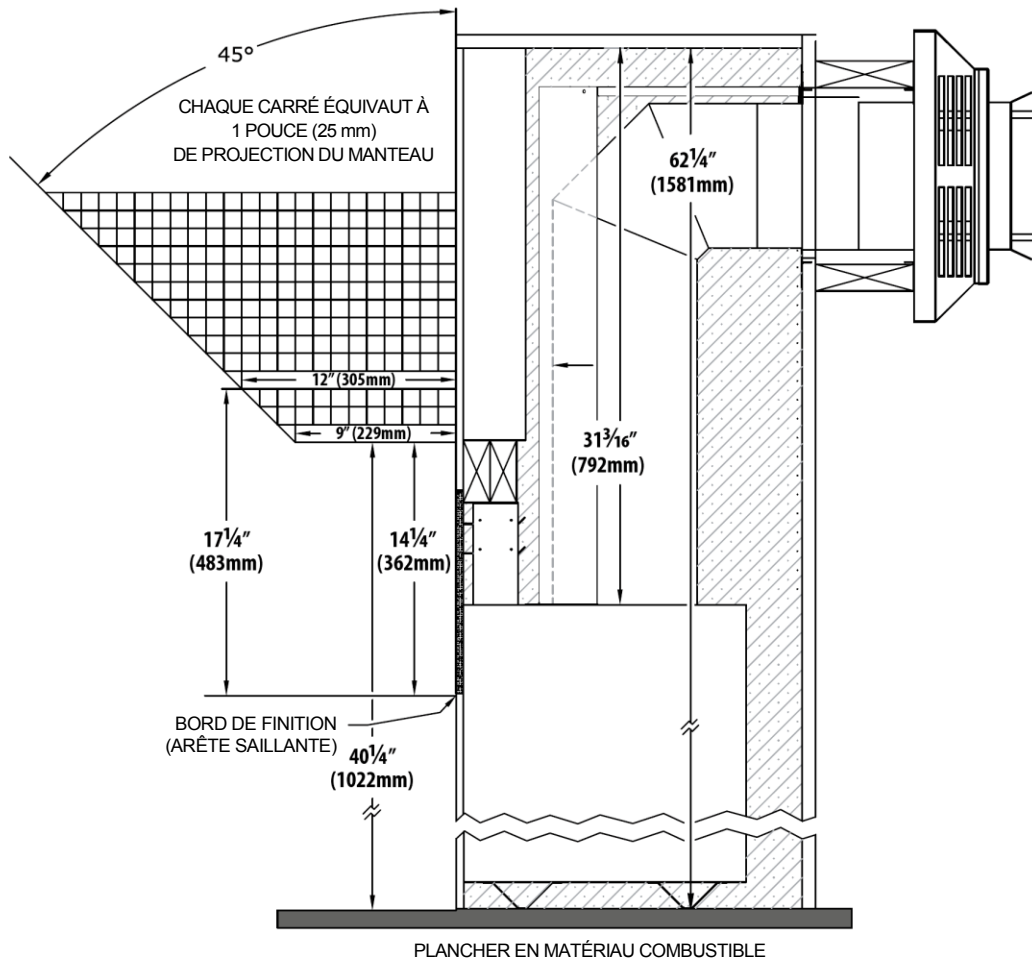

Figure 4.1, Exigences du manteau
- Profondeur d'un manteau combustible - Comme l'indique la Figure 4.1 (page 19), un manteau de 9 po (229 mm) peut commencer à 14-1/4 po (362 mm) au-dessus du bord de finition du foyer. La profondeur du manteau peut augmenter de 1 po (25 mm) pour chaque 1 po (25 mm) de hauteur additionnelle, à partir d'un manteau de 9 po (229 mm).